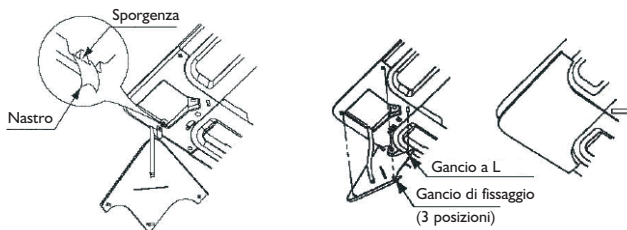

Fig. 4
5. Fissare la cavità angolare dopo aver montato il pannello dell'aria. (Vedere la fig. 4)